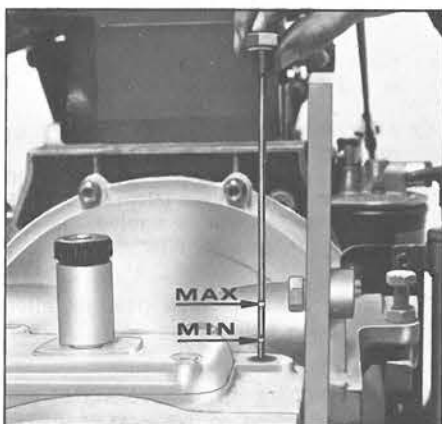

Fig. 24
- 16.2 Controllare il livello olio nell'invertitore (fig. 24).
- 16.2 Check oil level in reverse box (fig. 24).